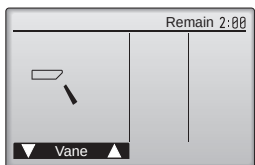

Fig. 7-4
- Натисніть кнопку [ВИБРАТИ] для демонстрації екрану вентилятора, а потім натисніть кнопки [F1] і [F2] для перевірки автоматичного обертання вентилятора. (Fig. 7-4)